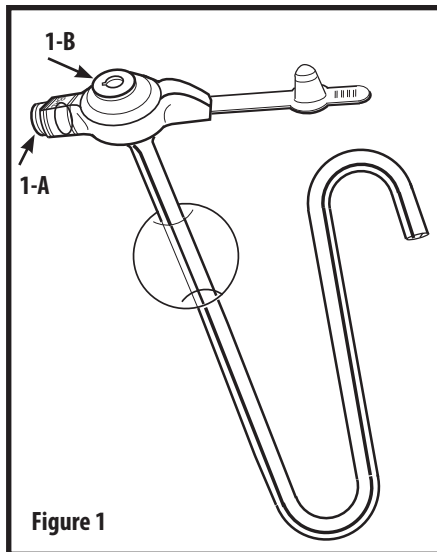

Figure 1
2. Con la jeringa Luer Slip de 6 mL que viene en el juego infle el balón a través del puerto del balón (Fig. 1-A) con 5 mL de agua estéril o destilada.
4. Use una jeringa Luer Slip de 6 mL para irrigar agua a través del puerto yeyunal (Fig. 1-B), para verificar su permeabilidad.